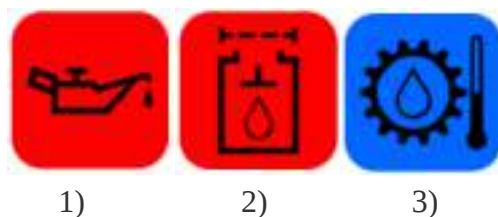

Рисунок 3.69. Индикаторы
- ▷ После пуска двигателя должны погаснуть индикатор минимального давления в системе смазки двигателя (поз 1, рис. 3.69) и индикатор давления сливного фильтра гидросистемы поз. 2 (допускается свечение индикатора сливного фильтра пока масло холодное).
- ▷ При температуре гидравлического масла ниже 0°C активируется ограничение максимальных оборотов ДВС до 1200 об/мин и передача хода не выше 2-й, при этом загорается соответствующий индикатор синего цвета, см поз. 3 рис. 3.69. Ограничения снимаются при прогреве масла до температуры выше 3°C.